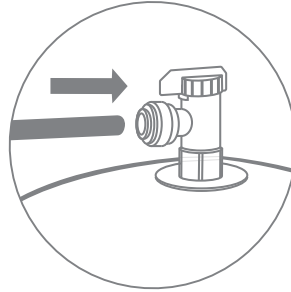

Рис. 16
2. Подключите свободный конец синей трубки 1/4", идущей от фитинга-тройника угольного постфильтра к вентилю накопительного бака: вставьте пластиковую трубку в вентиль до упора (рис. 16), для герметизации соединения приложите дополнительное усилие, при этом трубка утопится еще примерно на 3 мм и будет плотно обжата резиновым кольцом фитинга.